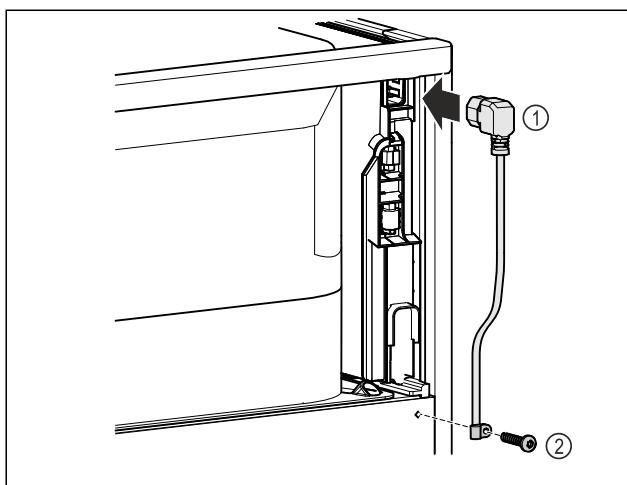

Fig. 11
- Zapojte zásuvku chladiaceho zariadenia sieťového prívodu Fig. 11 (1) na zadnej strane zariadenia.
- Namontujte odľahčenie od ťahu. Fig. 11 (2)